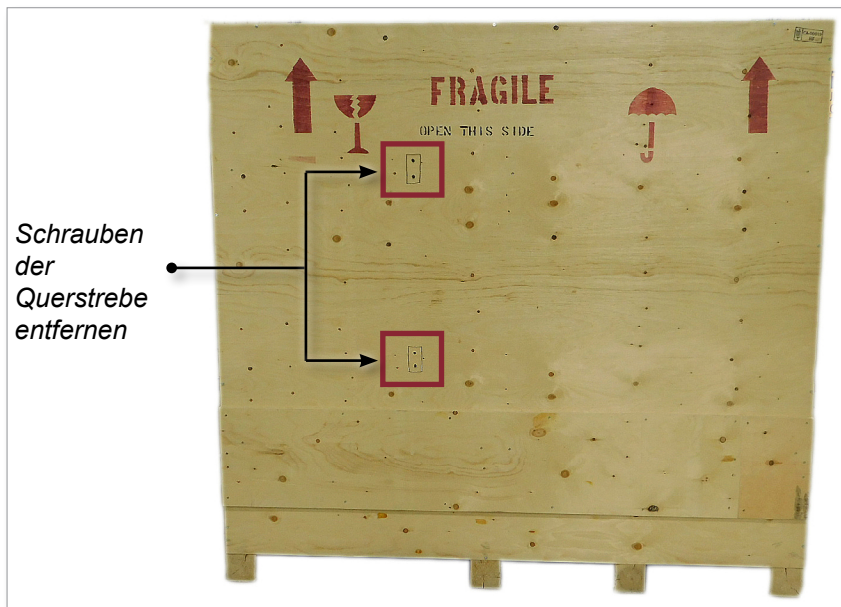

Abbildung 3-7 Schrauben der Querstrebe entfernen
4. Entfernen Sie von der Seite der Kiste, die mit „FRAGILE OPEN THIS SIDE“ gekennzeichnet ist, die Schrauben der Kreuzstrebe. Siehe Abbildung 3-7.